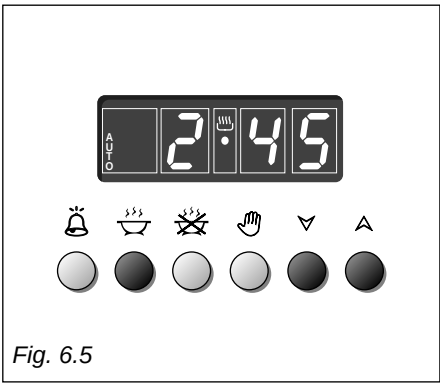

Fig. 6.5
- 1. Déterminer le temps de durée de la cuisson en pressant le poussoir  et le poussoir  pour avancer, ou le poussoir  pour revenir si le temps désiré a été dépassé (Fig. 6.5). L'inscription **AUTO** et le symbole  s'allumeront.